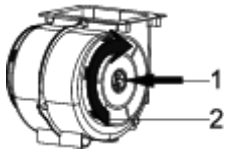

Fig. 7: FILTRO DE CARBÓN AF 100
- 1-Coloque el filtro de carbón en su carcasa. **Fig. 7**
- 2-Gire el filtro de carbón en el sentido de las agujas del reloj y asegúrese de que está completamente asentado. **Fig. 7**